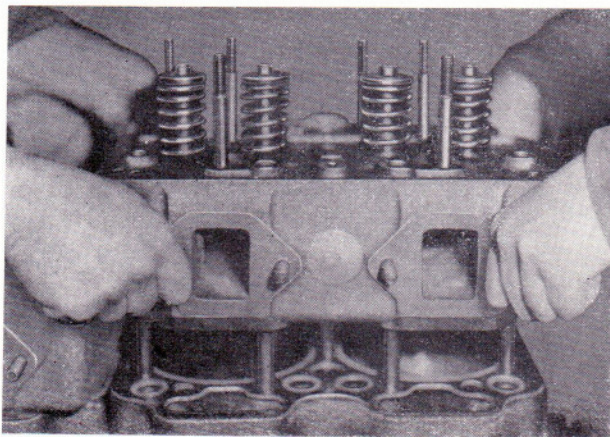

Bild 43
- Zylinderkopf abheben (Bild 43).